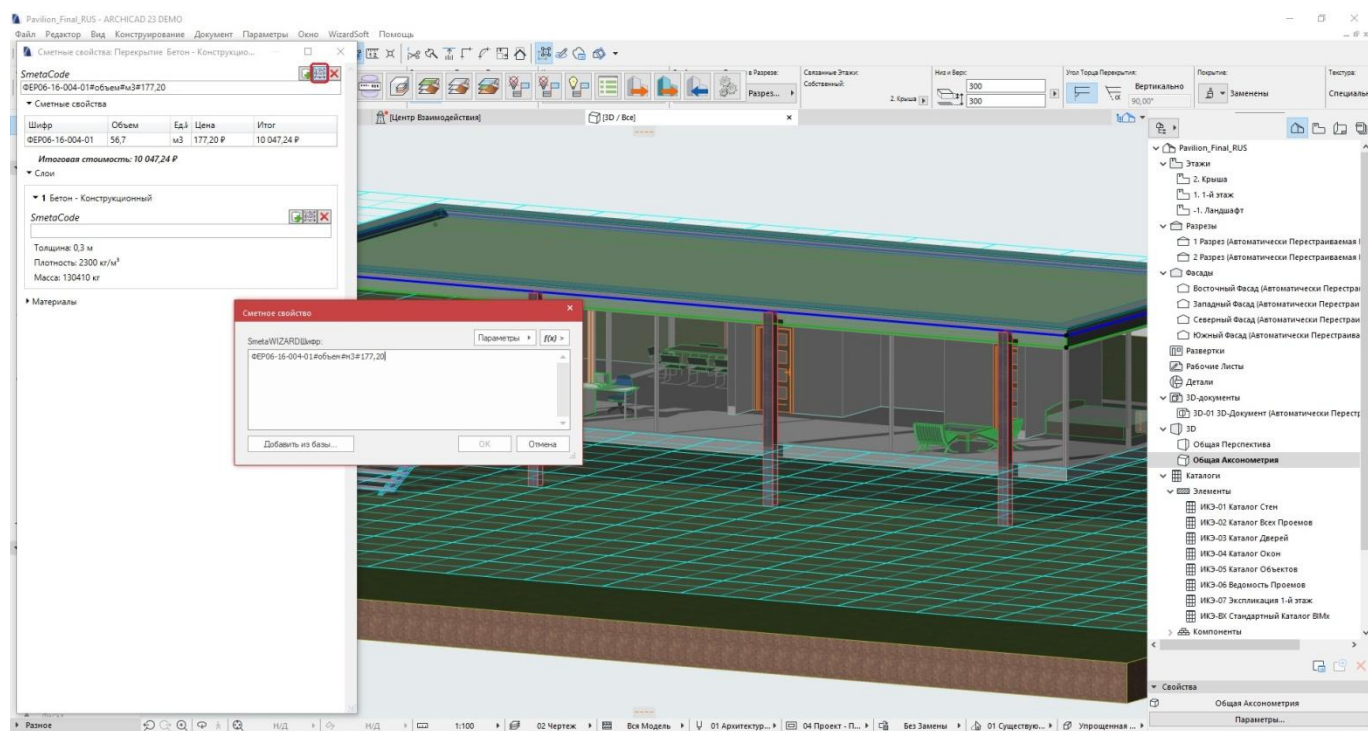

Рис. 3.3 Назначение свойства SmetaCode вручную
3. В диалоговом окне *Сметные свойства* (рис. 3.3) выбранного элемента установить курсор в строку SmetaCode для элемента/слоя/материала и ввести значение вручную. Или использовать конструктор формул, вызываемый при выполнении команды Составить в конструкторе. В открывшемся диалоговом окне Сметное свойство имеется возможность: